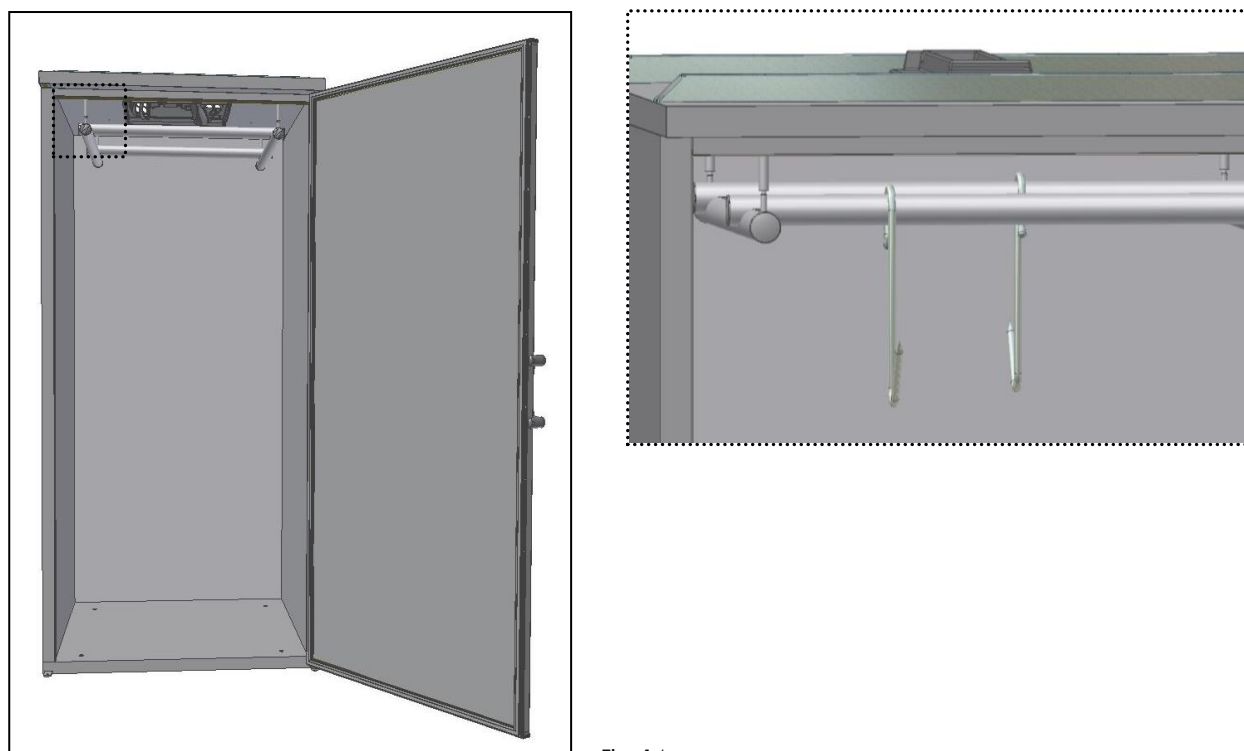

Fig. 14
- Encajar los **tubos transversales** en los tubos laterales y colocar los ganchos dónde se colocará la caza mayor (Fig. 14);